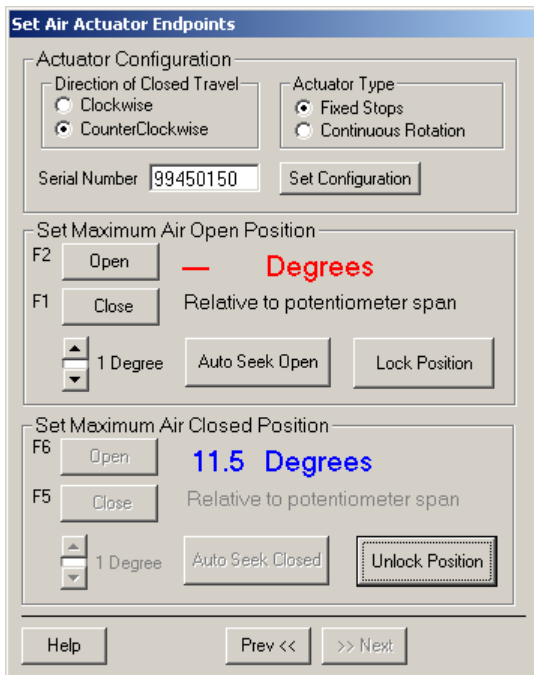

Fig. 9. Déplacez la position fermée de l'actionneur de 5 degrés par rapport à la butée de fermeture mécanique fixe.
3. Déplacez la position fermée de l'actionneur de 5 degrés par rapport à la butée de fermeture mécanique fixe. Voir la Fig. 9.